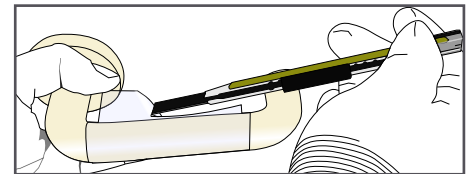

Figure 18
- › Terminer en effectuant un léger chevauchement (env. 2 mm) avec l'autre partie du film, sur l'arrière de la poignée. Couper le surplus de film. (FIG. 18)